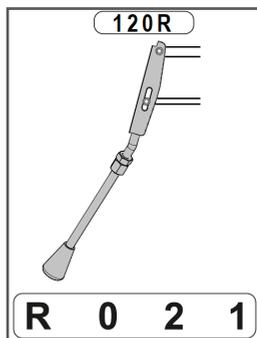

Рис. 32. Положения рычага переключения передач
Положения рычага переключения передач показаны на Рис. 32.
- при переключении из нейтрального положения «0» - снова установите рычаг в нейтральное положение, быстро нажмите и отпустите рычаг включения хода, подождите 2-3 секунды и снова переместите рычаг переключения передач в требуемое положение (Рис. 32);
рону требуемой передачи, немного переместите мотоблок вперёд или назад, или поднимите рабочие рукоятки вверх и переместите рычаг переключения передач в требуемое положение (Рис. 32).
4. Не нажимая рычаг включения хода, переведите рычаг переключения передач в положение «1» (1-я передача) (Рис. 32).